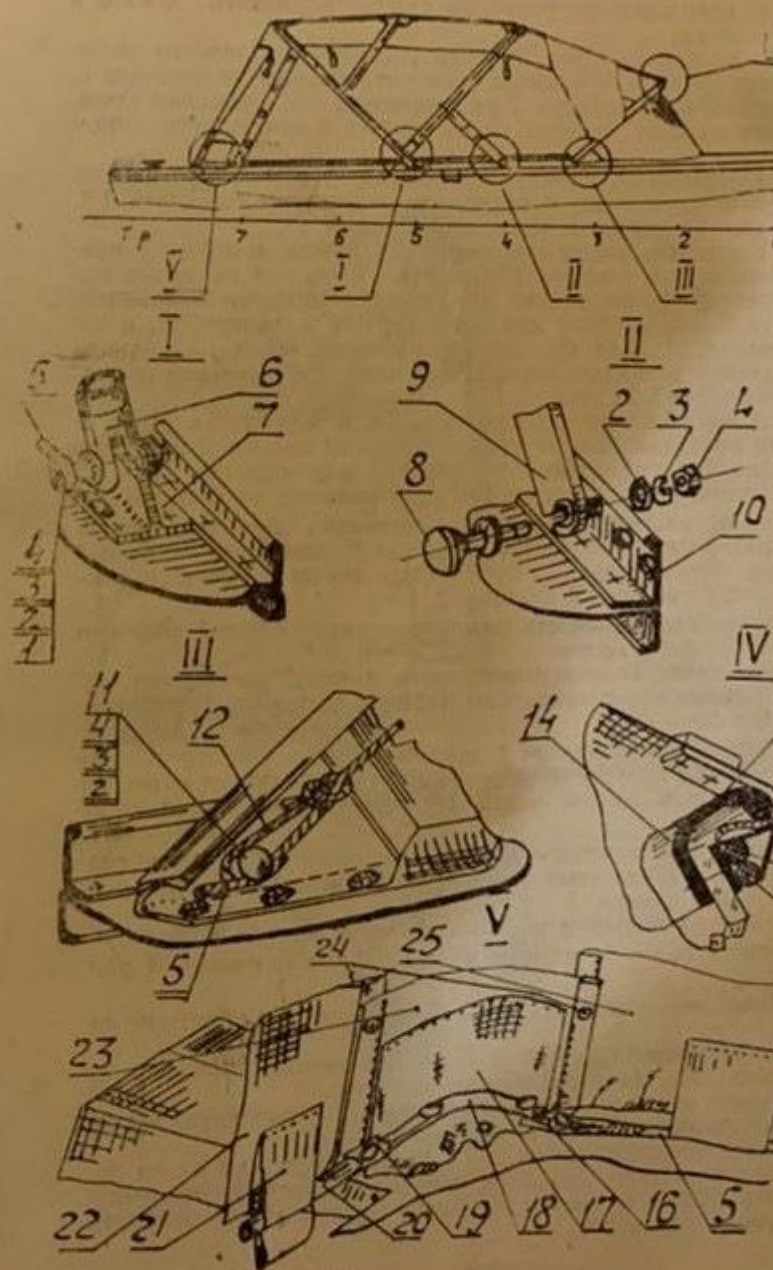

Рис. 3
6. 2. Установка тента (см. рис. 3)
В перерывах между поездками тент мотолодки необходимо хранить аккуратно сложенным, прикрытым от осадков и прямых лучей. Сушить намокший тент необходимо в натянутом положении. После многократной сушки намокшего тента его полотнище может дать усадку, для компенсации которой необходимо стопор 8 (см. рис. 3) переставить в нос на 1—2 отверстия, переставить трубы 18 и 20 на соответствующие петли в накладках 17 и отверстия в кармане 21.